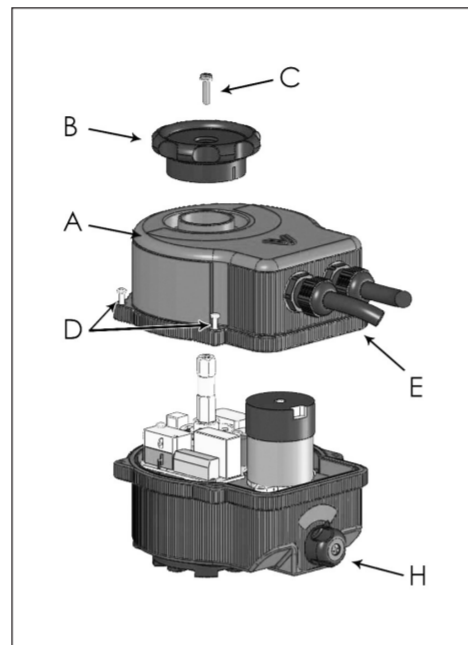

Fig.1 Vista esterna dell'attuatore
4.1 Apertura dell'attuatore (fig.1)
4.7 Chiusura custodia attuatore elettrico (fig.1)